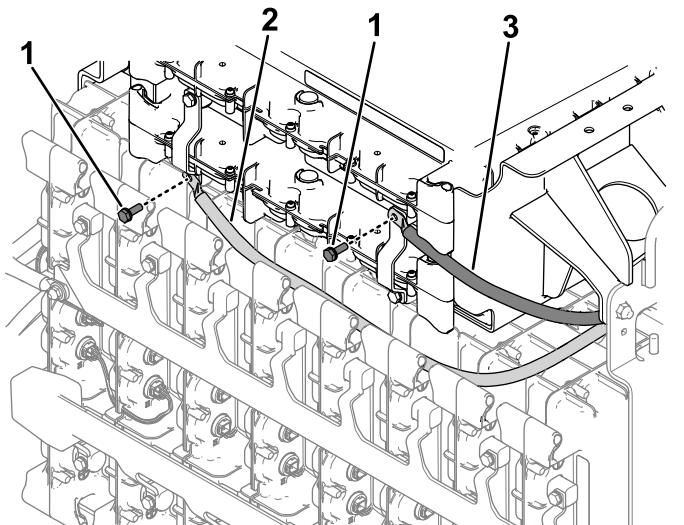

Figur 3
2. Fäst samlingsskenor löst på batterierna med två sexkantsskruvar (¼ tum) (Figur 3).
4. Kontrollera att samlingskenorna sitter ordentligt och dra åt sexkantsskruvarna (Figur 3 och Figur 4) till 11 Nm.